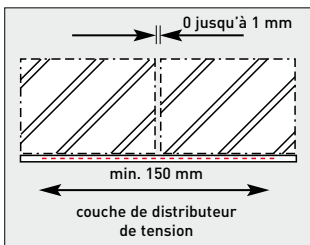

figure 2
- En général: exécution avec un joint de dilatation d'une largeur de 1 mm et hermétiquement fermé par l'apport d'une couche de distributeur de tension de minimum 150 mm de large en fibre de verre autocollant, contenant une membrane perforée de 50 mm (figure 2).